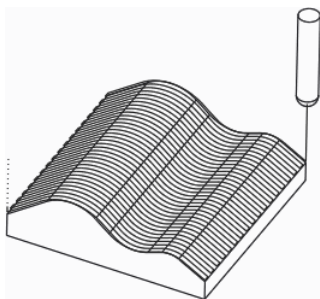

图 3.5.26 刀具行走路线
Step7. 单击“播放路径”对话框中的 **▶** 按钮, 可以观察刀具的行走路线, 如图 3.5.26 所示。演示完成后, 单击“播放路径”对话框中的 **关闭** 按钮。